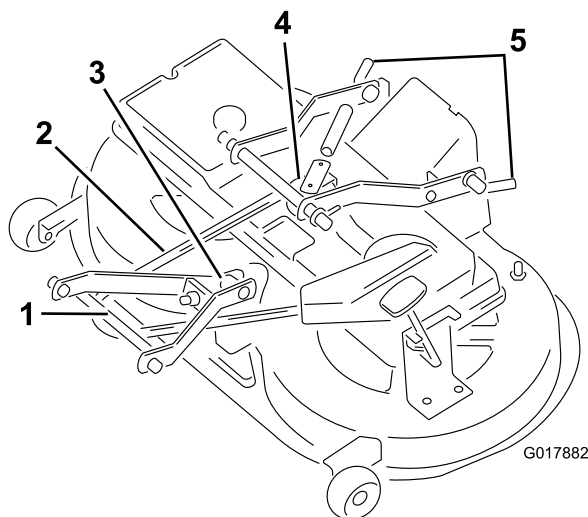

Figure 43
9. Tirez l'ensemble bras de poulie de tension vers l'intérieur et déposez la courroie trapézoïdale de la poulie (Figure 43).
11. Retirez la goupille entre la tringlerie du bras avant et le carter de tondeuse (Figure 43).
12. Enlevez la courroie trapézoïdale de la poulie du moteur (Figure 43).